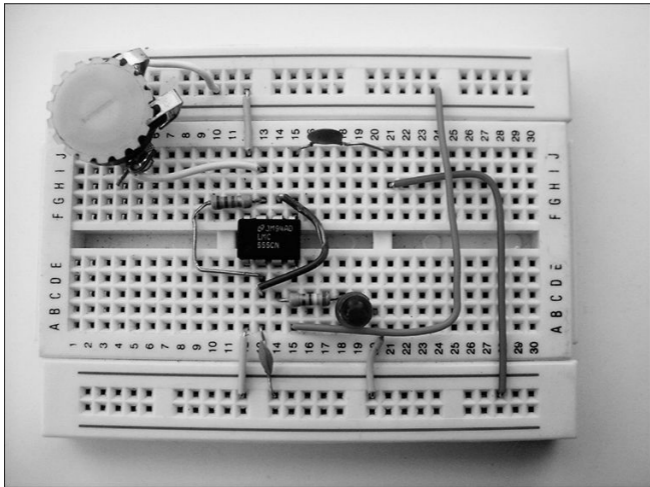

Figura 15.2 Un lampeggiatore a LED con i componenti montati su una piccola breadboard.
È facile realizzare il circuito lampeggiante a LED. Utilizzate la Figura 15.2 come guida. Notate che le connessioni al lato positivo dell'alimentazione sono nella parte superiore della breadboard e le connessioni di massa (il lato negativo dell'alimentazione) sono nella parte inferiore della breadboard.
3. Inserite le due resistenze fisse, R2 e R3, nella breadboard, seguendo lo schema rappresentato nella Figura 15.2.
- 4. Inserite i due condensatori, C1 e C2, seguendo lo schema e la breadboard di esempio rappresentati nella Figura 15.2.**
Utilizzate la breadboard di esempio, rappresentata nella Figura 15.2, come guida per connettere i ponticelli.